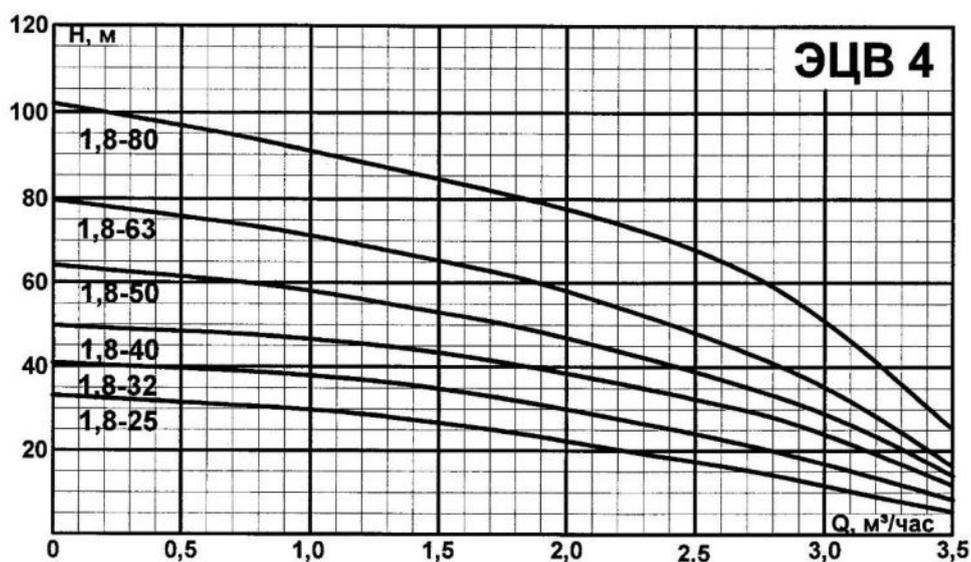

Рис. 1
2.2 Напорные характеристики приведены на рис. 1.
земли. Приблизительно объемную подачу можно определить с помощью напорной характеристики (рис. 1) по фактическому напору (Н), создаваемому агрегатом для подъема воды из скважины.
При эксплуатации агрегата с максимальной объемной подачей и минимальным напором (см. рис. 1) возрастают потребляемая мощность, нагрузки на электродвигатель и рабочие органы насоса. КПД агрегата при этом минимальный. Оптимальным режимом эксплуатации агрегата является его работа при номинальном напоре и номинальной объемной подаче (см. табл.).